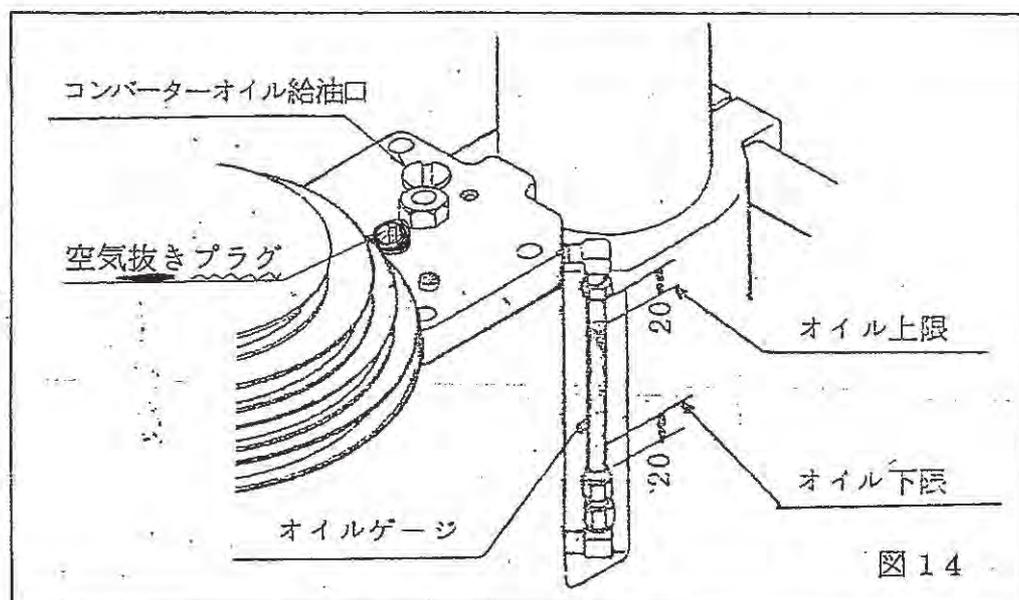

図 14
- (1) オイルがよごれた場合、適時交換して下さい。(図14, 15, 16参照)
- ①全ストローク指針を 120 mmとしてからクイルを最下端にし空気を止める。
- ②コンバーターオイル抜きプラグを外します。この時、空気圧が0である事を確認して下さい。(空気圧が0でないと油がふき出すため)
- ③プラグから油もれのない様、確実に締め付けて下さい。
- ④コンバーターへのオイルは図の給油口より入れオイルゲージで確認の事。ただしオイルゲージの上限をこえないようにして下さい。
- ⑤ オイルは温度変化に対する影響の少ないハイランドPTF 26、もしくはそれと同等以上のものを使用して下さい。油量は約 1400CC が基準量です。
- ⑥ 空気の混入が多い時、2～3回作動後①の状態にて空気抜きプラグを外し空気を抜いて下さい。尚、オイルを追加する場合も同様です。
- ⑦ 作動中はオイルがオイルゲージの上限と下限の間にある事を確認して下さい。
- ⑧ 給油口のフィルターがよごれた時は、掃除して下さい。